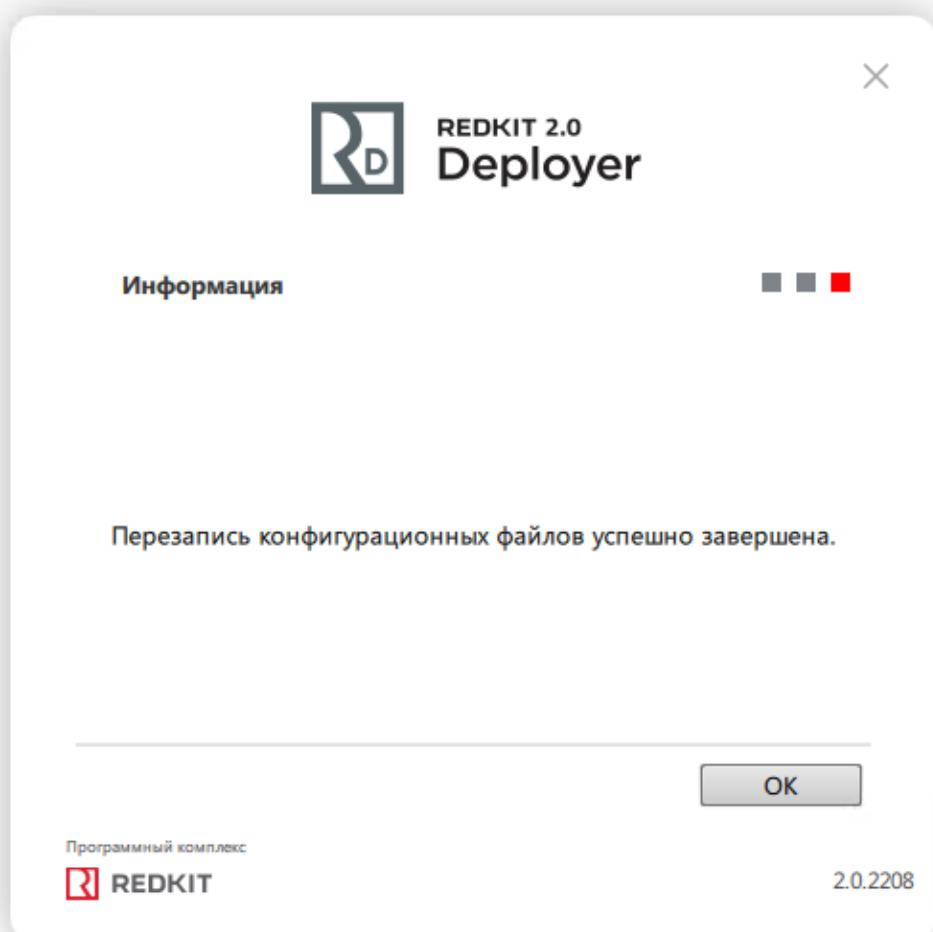

Рисунок 39 - Завершение перезаписи
13. После успешной перезаписи нажмите **OK** (Рисунок 39).